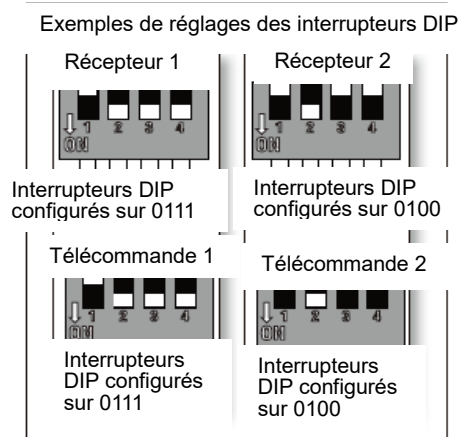

Fig. 12 Interrupteur DIP du récepteur
- La télécommande (émetteur) et le récepteur doivent être configurés par appariement afin de pouvoir communiquer entre eux. Pour ce faire, mettez les interrupteurs DIP du récepteur et de la télécommande sur le même réglage. (Fig. 12)